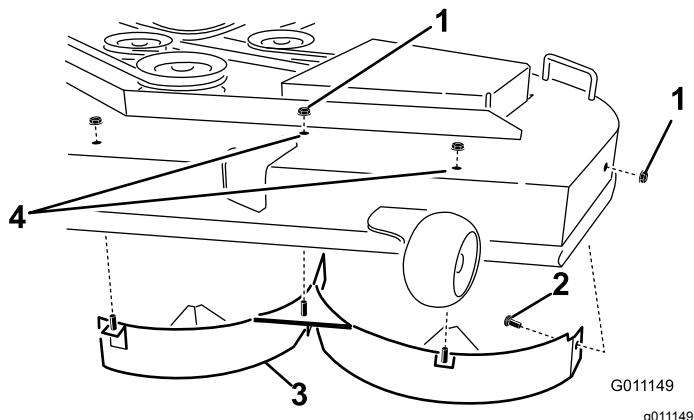

Figura 16
- Retire el perno de cuello cuadrado y la contratuercia, situados en la pared lateral de la carcasa del cortacésped, que sujetan el deflector izquierdo a la carcasa (Figura 16).
- Retire el deflector izquierdo de la carcasa del cortacésped (Figura 16).
- Localice los 2 pernos en las piezas sueltas, y utilice las contratueras existentes para instalar estas fijaciones en los taladros indicados en Figura 16 de la carcasa del cortacésped para evitar que se arrojen residuos al aire.
- Retire las 3 contratueras (5/16") de las clavijas soldadas del deflector izquierdo, en la parte superior de la carcasa del cortacésped, en las posiciones centro, centro izquierda e izquierda (Figura 16).